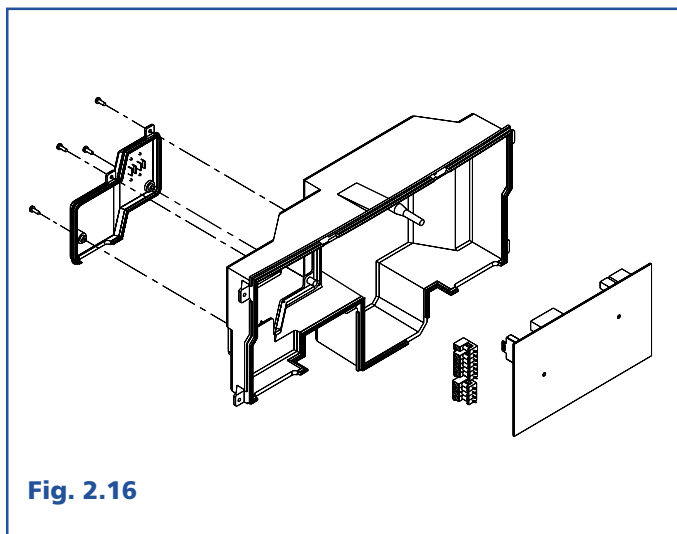

Fig. 2.16
2.11 Alimentatore caldaia (Fig. 2.16)